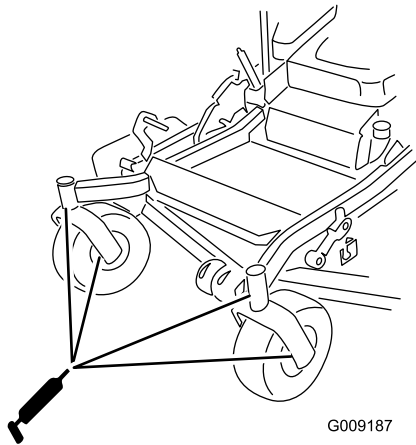

Figura 39
10. Instale el tapón hexagonal y la tapa (Figura 39).
11. Engrase los cojinetes de las ruedas giratorias (Figura 39).